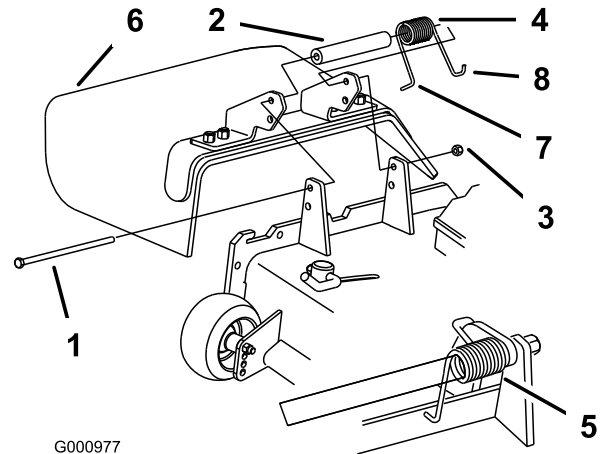

Bild 37
1. Entfernen Sie die Sicherungsmutter, Schraube, Feder und das Distanzstück, mit denen das Ablenkblech an den Drehhalterungen befestigt ist (Bild 37). Entfernen Sie defekte oder abgenutzte Ablenkbleche.
Hinweis: Stellen Sie sicher, dass sich das L-Ende der Feder hinter der Mähwerkkannte befindet, bevor Sie die Schraube einsetzen, wie in Bild 37 abgebildet.
3. Setzen Sie die Schraube und Mutter ein. Führen Sie das J-förmige Hakenende der Feder um das Ablenkblech (Bild 37).